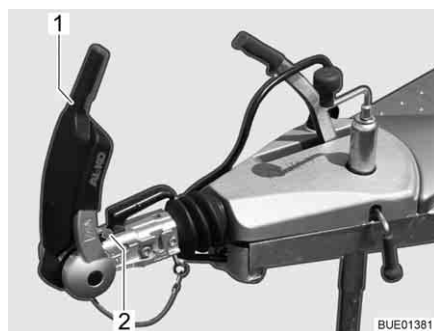

Fig. 208 Visualizador Forros de fricción adelante y atrás
- Abrir el tirador de estabilización (Fig. 208,1).
El control se realizará a través del visualizador delante de la palanca de acoplamiento (Fig. 208,2).